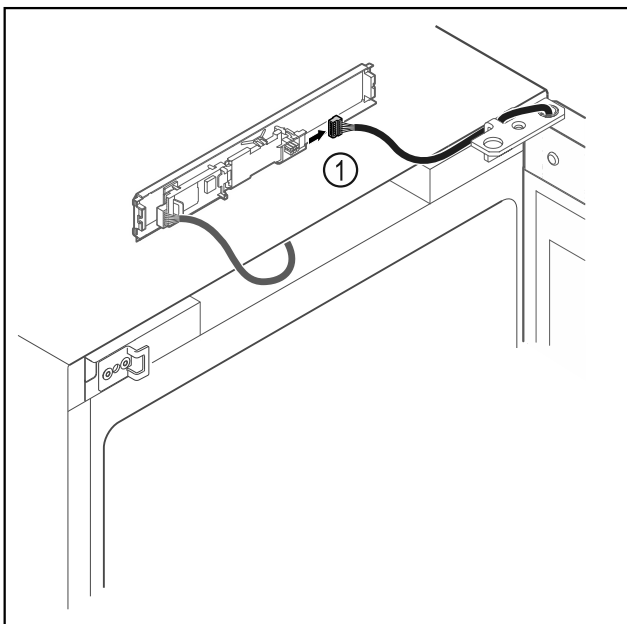

Fig. 16
- ▶ Húzza ki a dugót Fig. 16 (1) a NYÁK-ból.